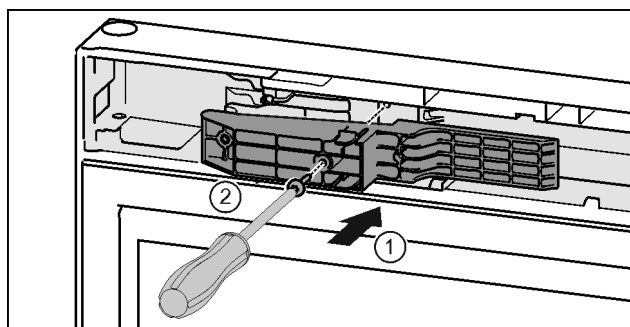

Fig. 48 *
- Inserire l'adattatore sul lato maniglia nell'incavo. Fig. 48 (1)*
- Serrare le viti con il cacciavite T15. Fig. 48 (2)*